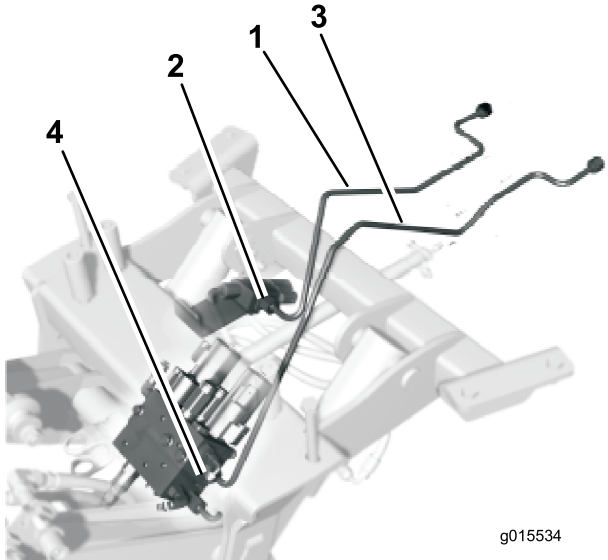

图4
- 将短液压管松松地安装到阀门的直通接头上 图4。
- 将长液压管松松地安装到阀箱的直通接头上 图4。
2. 绕着驱动控制杆的上方布置短液压管子总成图4。